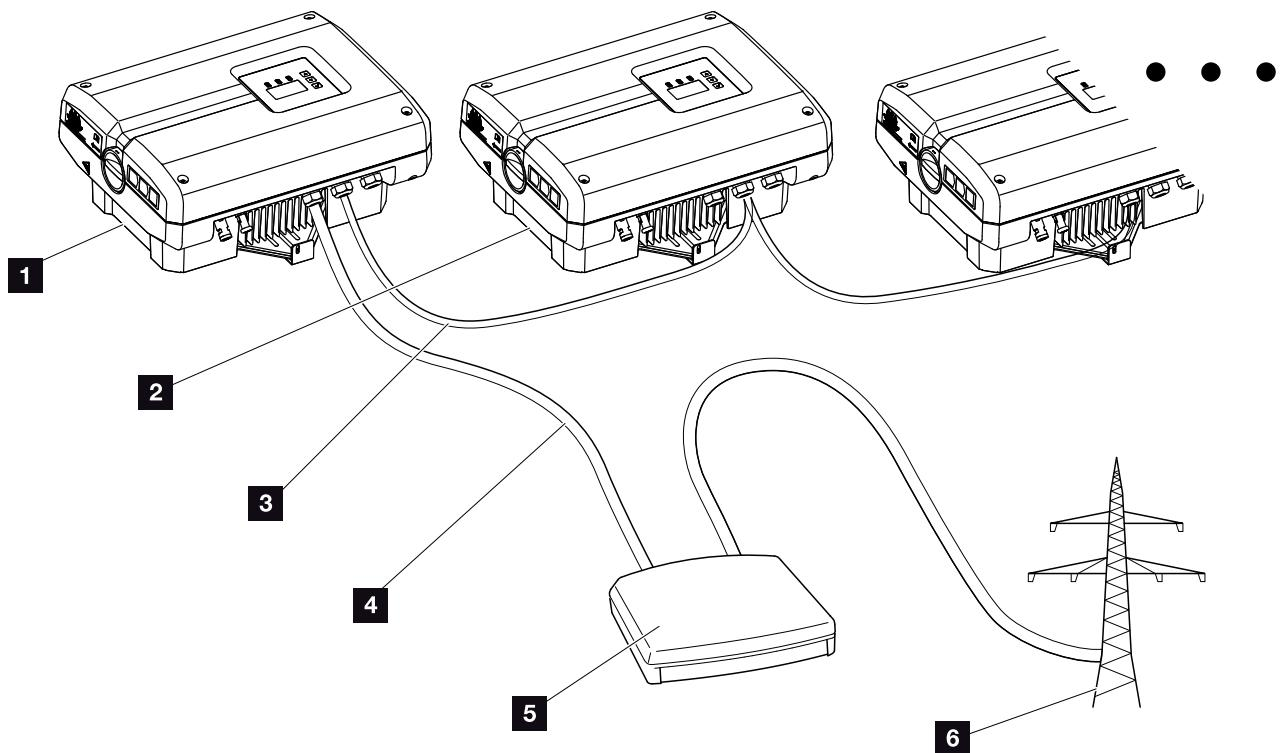

Fig. 57: Konfiguration fjernovervågningsmodtager med flere vekselstrømsomformere (ethernet-forbindelse)
2. Forbind alle vekselstrømsomformere via ethernet-tilslutninger (RJ45) med et ethernet-kabel eller via RS485. **Fig. 57**